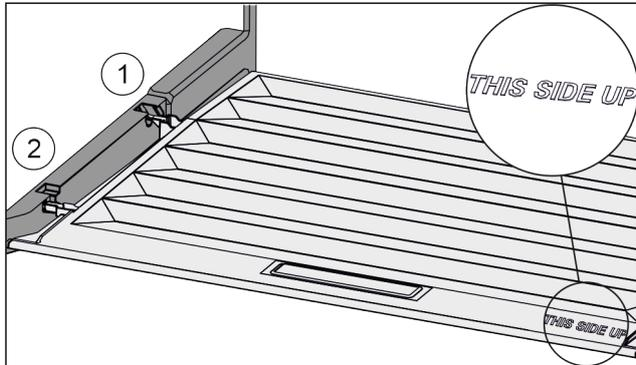

Fig. 75
- ▶ Inserire le nervature del coperchio attraverso l'apertura del supporto posteriore Fig. 75 (1) e innestare anteriormente nel supporto Fig. 75 (2).